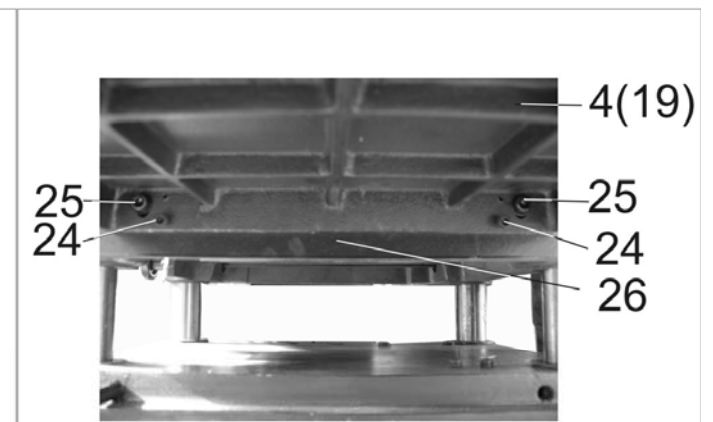

Рис.5
8.2.2. Как показано на Рис.5, используя детали крепления (Н) и шестигранные ключи (Е) (см. п.3.1), с обеих сторон рабочего стола (26) установите и закрепите болтами (25) на одном уровне с рабочим столом (26) приёмный стол и стол подачи (4 и 19). Регулируемыми болтами (24) выставьте положение рабочей поверхности столов (4 и 19) в одной плоскости с рабочей поверхностью рабочего стола (26).